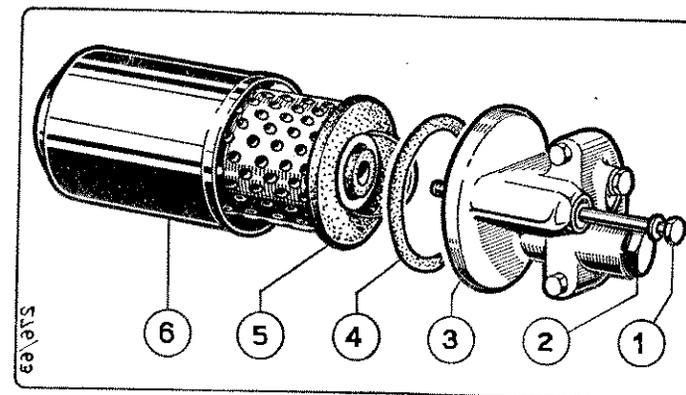

Fig. 9 - FILTRO OLIO
3) **Filtro olio.** — Si raccomanda di sostituire la cartuccia filtrante ogni 400 ore di funzionamento. A tale scopo svitare il bullone 1) (Fig. 9), togliere la scatola 6) e sfilare la cartuccia 5).